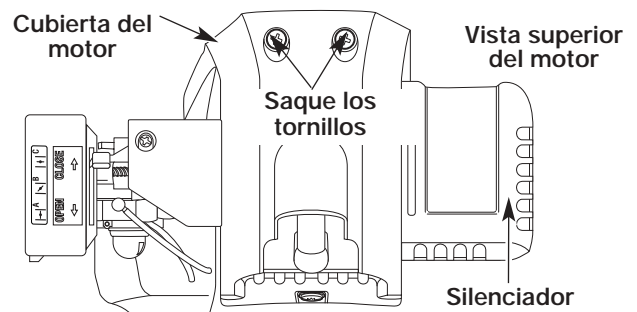

Fig. 28
2. Retire los dos (2) tornillos de la parte superior de la cubierta del motor con un destornillador phillips (Fig. 28).